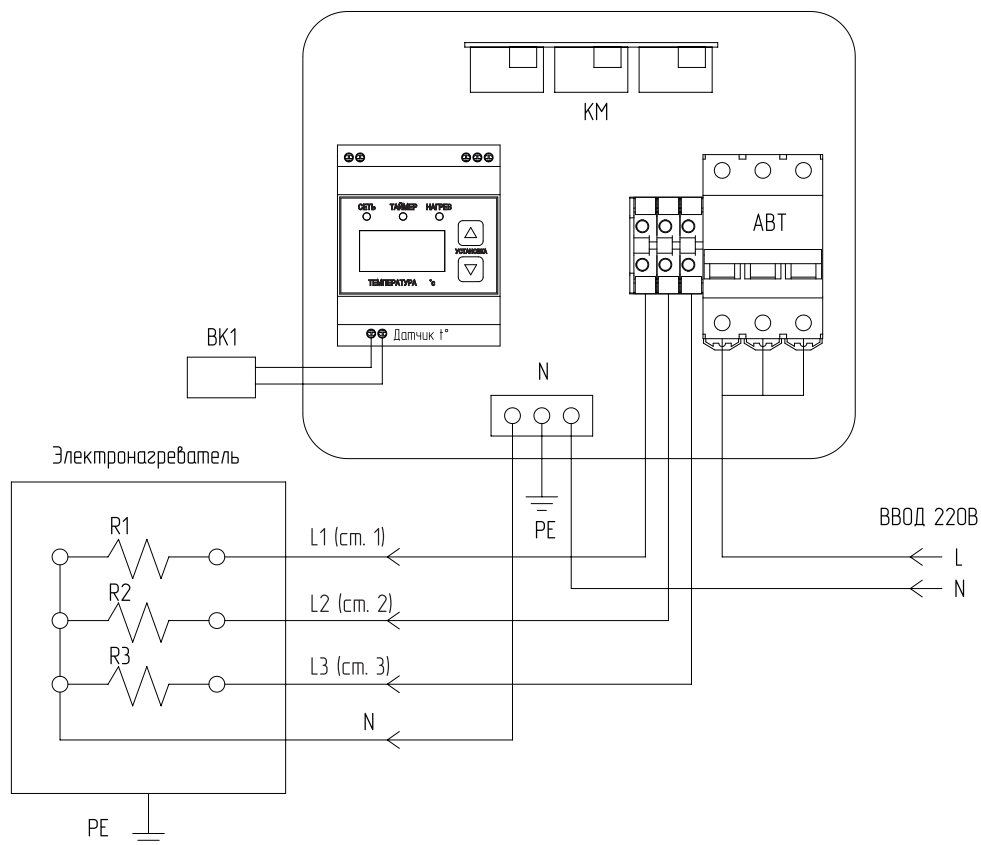
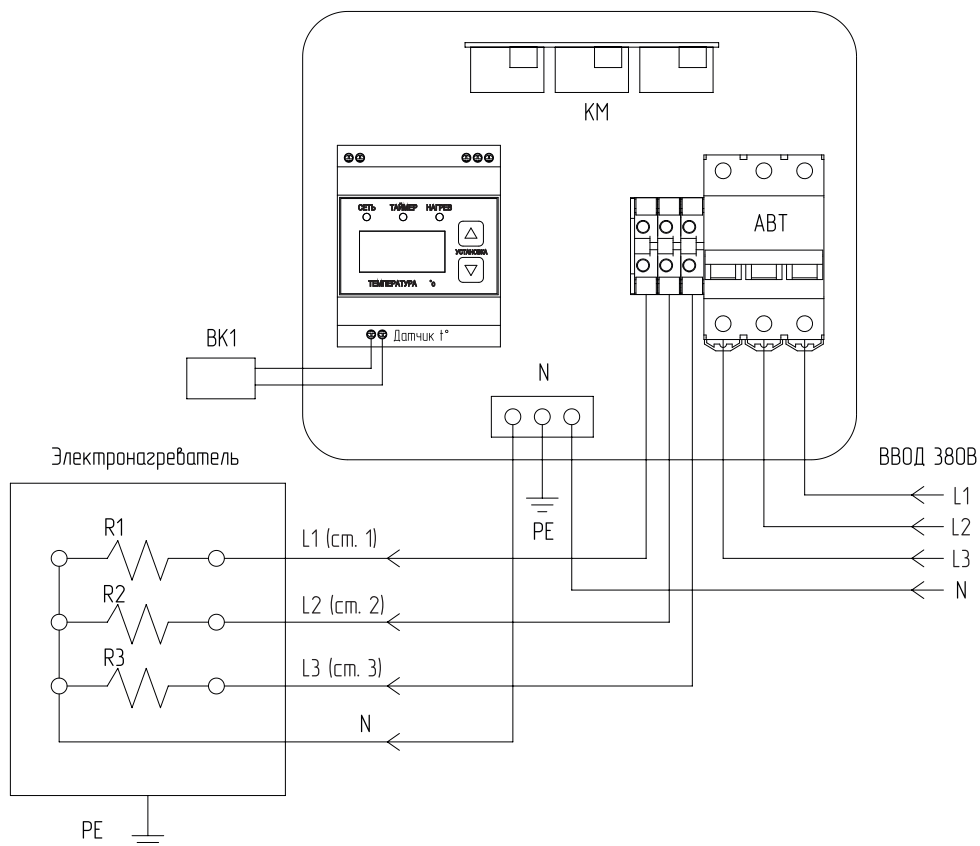
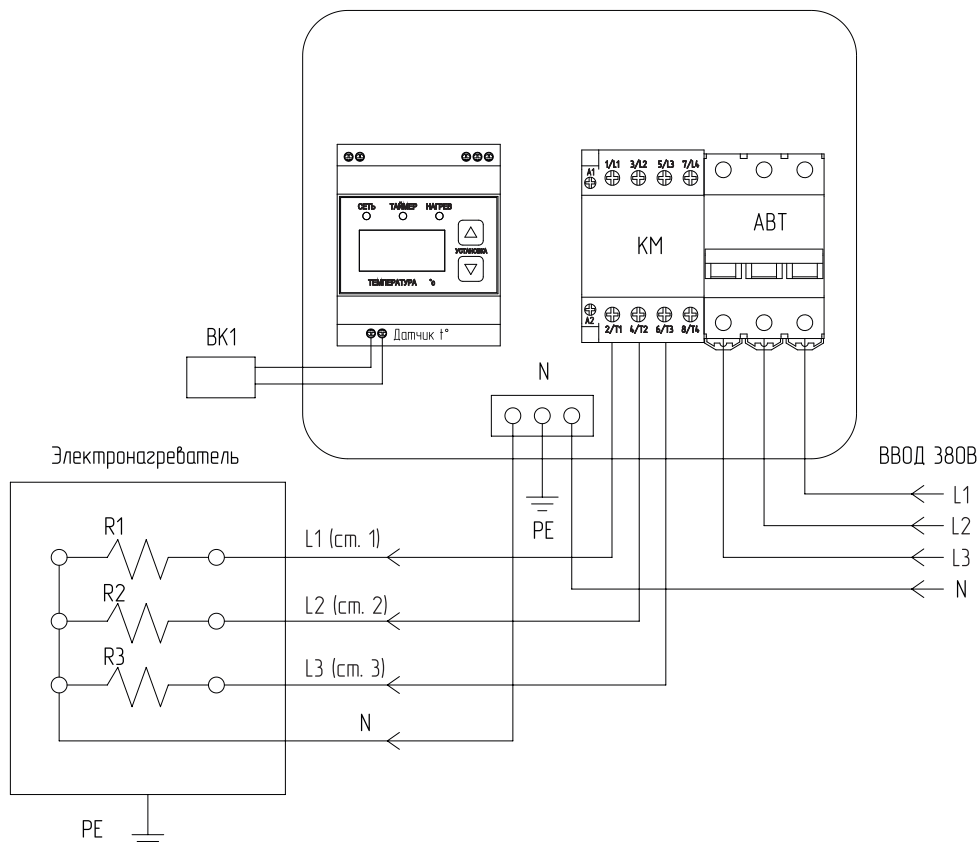

Рис.1 Схема подключения панели управления ПУ ЭВТсц-И1 от 6 до 9 кВт
Рис.2 Схема подключения панели управления ПУ ЭВТсц-И1 от 6 до 12 кВт
Рис.3 Схема подключения панели управления ПУ ЭВТсц-И1 от 18 до 24 кВт
- Эксплуатация панели должна осуществляться только при условии ее подключения в соответствии со схемой электрической подключений (**Рис.1, Рис.2, Рис.3**);
3. Подключите панель управления к электронагревателю проводами или кабелями соответствующего сечения (см. паспорт на электронагреватель) согласно схеме подключений (**Рис.1, Рис.2, Рис.3**) настоящего паспорта;
6. Подключите панель к питающей сети согласно схеме подключений (**Рис.1, Рис.2, Рис.3**) кабелем соответствующего сечения, исходя из номинальной мощности электронагревателя;
7. Выполнить заземление панели и корпуса электронагревателя в соответствии со схемой подключений (**Рис.1, Рис.2, Рис.3**).